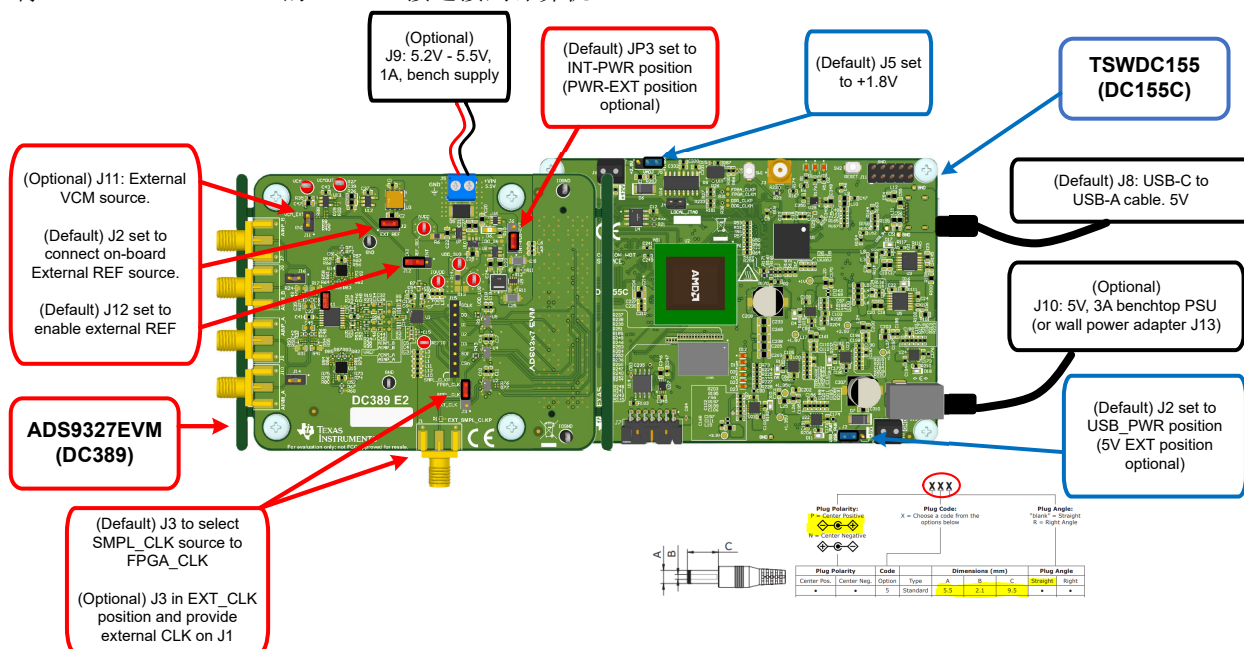

图 2-1. 连接硬件
以下说明是将 ADS9327EVM 连接到计算机和评估 ADS9327 性能的分步指南。查看图 2-1 中的默认跳线设置以及电源指南。
1. 将 TSWDC155EVM 的 J1 物理连接至 ADS9327EVM 的 J4。TSWDC155EVM 为图 2-1 默认配置中的数字通信和电源信号连接。